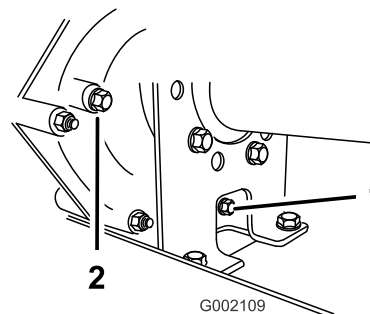
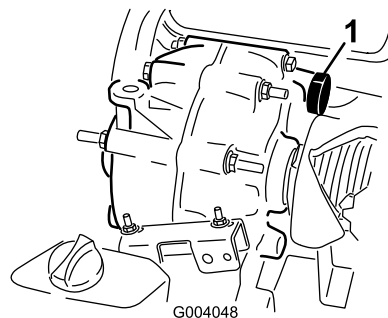

Figura 35
Figura 36
- Rimuovete il tappo di spurgo dal lato destro del serbatoio (Figura 35) e lasciate defluire il fluido in una bacinella. Quando il fluido cessa di scorrere, montate il tappo e serratelo.
- Riempite il serbatoio (Figura 36) con circa 1,4 litri di olio motore SAE 10W30, fin quando il livello dell'olio non raggiunge la parte inferiore del foro indicatore di livello (Figura 35).